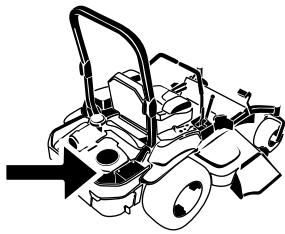

**Рисунок 45**
- Медленно залейте приблизительно 80% масла указанного типа через заливную горловину и затем медленно добавляйте масло, чтобы довести его уровень до отметки «Полный» (Рисунок 45).